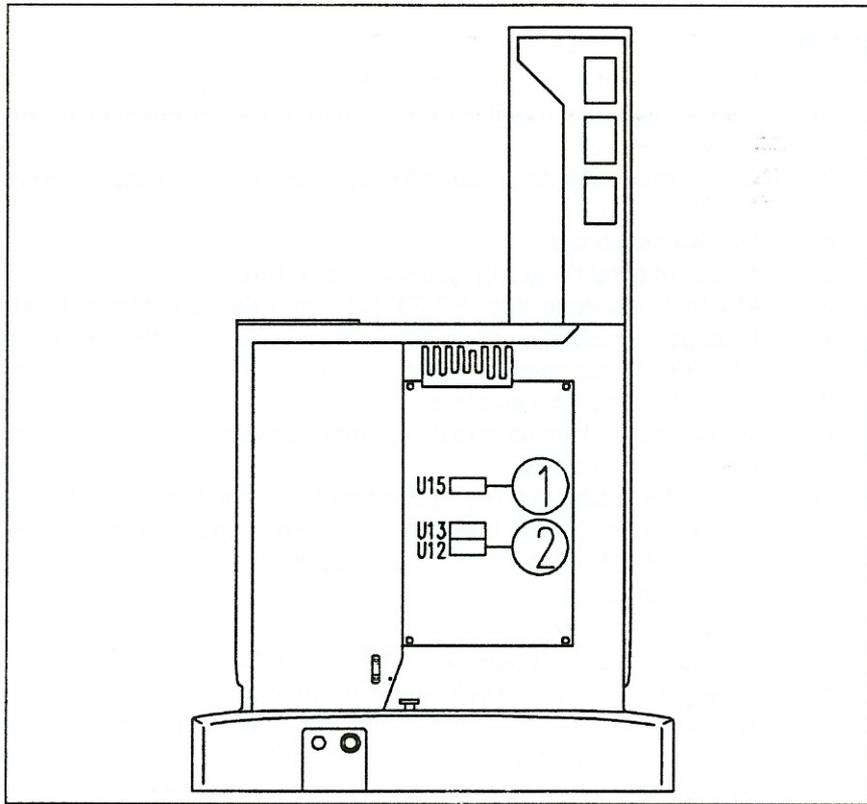

Figure 5. Unit côté électronique.
- 3) Oter l'ancienne EPROM du socle U15 de MAIN CONTROL (Figure 5 (1)) et la ranger dans l'emballage de la nouvelle.
- 3) Oter l'ancienne NVRAM du socle U12 de MAIN CONTROL (Figure 5 (2)) et la ranger dans l'emballage de la nouvelle.